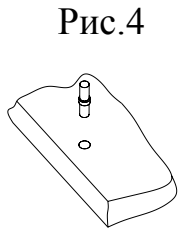

Рис.4
3. Вставьте полкодержатели в соответствующие отверстия деталей 3,4,7 (Рис. 4).